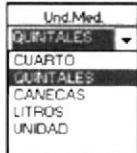

Figura 8.18 Mensaje de Información
- Si se ingresa un código de ítem no registrado el sistema emitirá el siguiente mensaje de la figura 8.18.